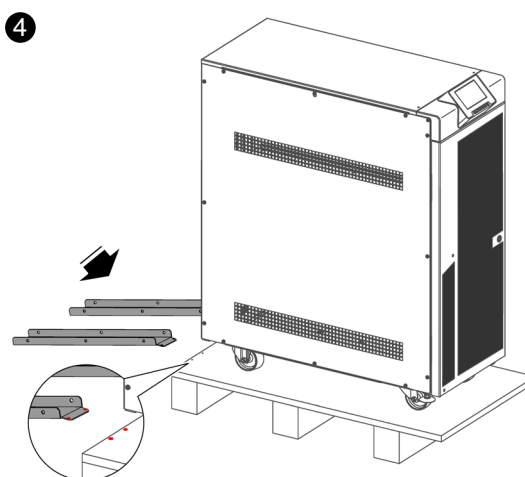

Fig. 25. Montaje de las guías en el palet.
- ❹ Montar las guías en el palet tal como muestra la Fig. 25.